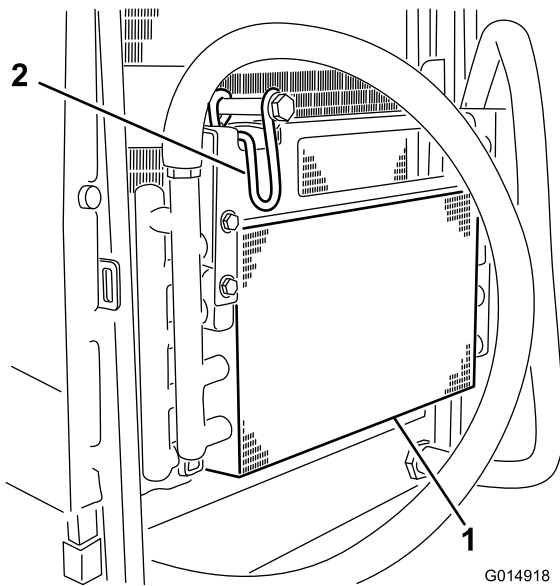

Bild 43
6. Drehen Sie den Riegel nach innen, um den Ölkühler zu lösen (Bild 43).